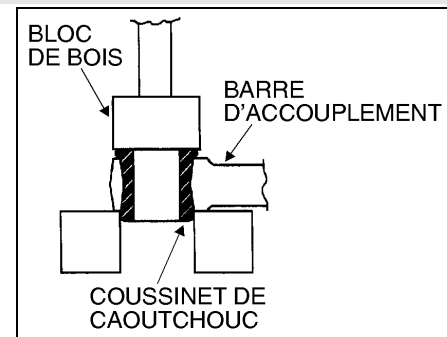

FIGURE 3
3. Avec un bloc en bois, presser manuellement le coussinet dans la barre d'accouplement (Fig. 3), utiliser un marteau si nécessaire. Recommencer les étapes 1 à 3 pour le deuxième coussinet.